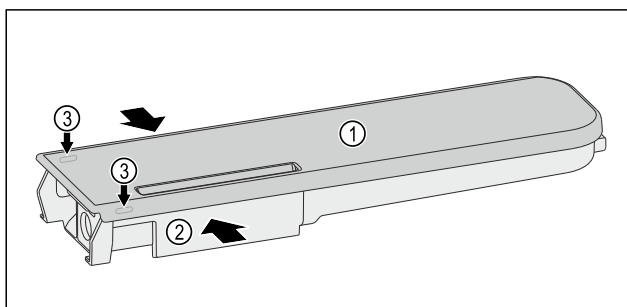

Fig. 152
- ▶ Stlačte nádrž na vodu Fig. 152 (2) k sobě a víko Fig. 152 (1) opatrně vypáčte přes západky Fig. 152 (3) a vytáhněte nahoru.
- ▶ Víkem Fig. 152 (1) pohybujte lehce tam a zpět a sejměte jej nahoru.